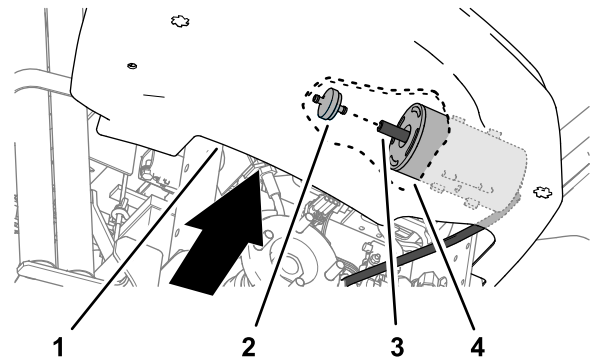

Figura 31
en el extremo del cartucho de carbón (Figura 31).
5. Inserte un filtro del cartucho de carbón nuevo en la manguera al final del cartucho de carbón (Figura 31).